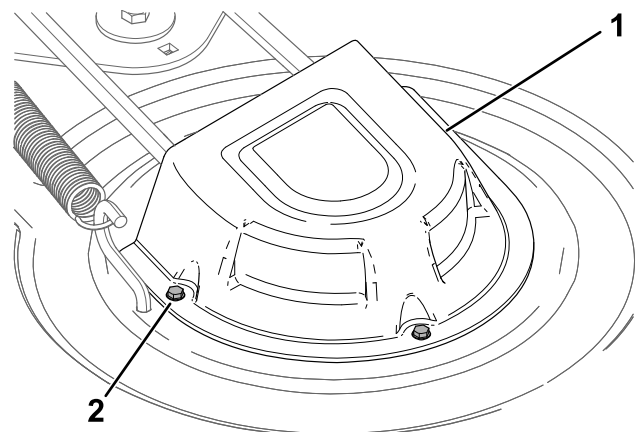

Bild 53
4. Lösen Sie die Schrauben und entfernen Sie die Abdeckungen der Riemenscheibe (Bild 53).